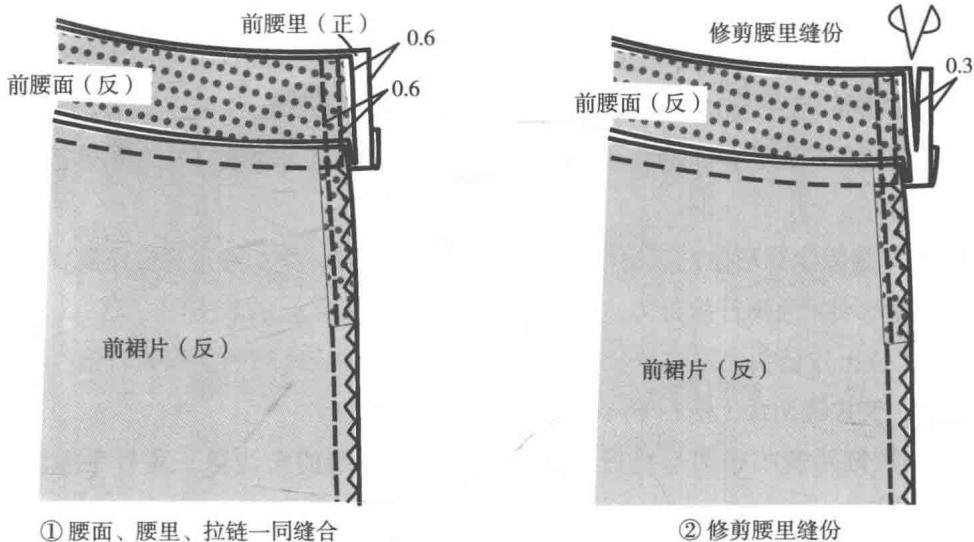

图1-1-12 腰面、腰里、拉链一同缝合
(1) 腰面、腰里、拉链一同缝合：将腰面和腰里正面相对，在开口的两端分别把腰里拉出 $0.6\text{cm}$ ，再按 $0.5\text{cm}$ 车缝（图1-1-12 ①）。
(2) 修剪腰里缝份：将腰里的缝份修剪成与腰面平齐（图1-1-12 ②）。